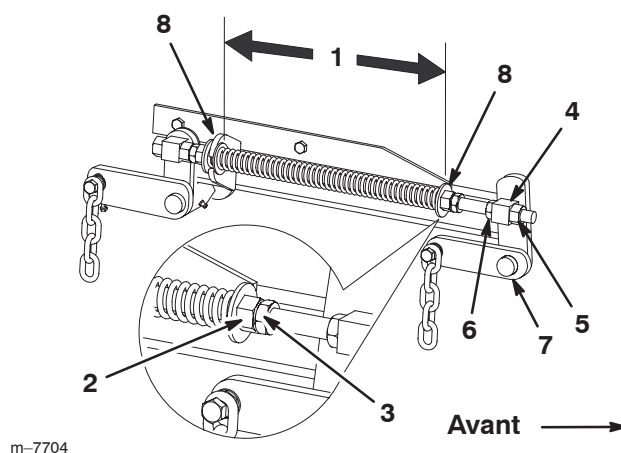

Figure 54
7. Desserrez d'environ 13 mm (1/2 pouce) les écrous de blocage à l'avant des pivots avant gauche et droit (Fig. 54).
8. Réglez les écrous de relevage sur les côtés gauche et droit de la machine de manière à abaisser l'avant de **6 à 10 mm (1/4 à 3/8 pouce) au point A par rapport au point B à l'arrière** (Fig. 54).
1. Déplacez le levier de relevage du plateau de coupe à la position de transport (Fig. 54).
2. Vérifiez que les 2 grandes rondelles sont espacées de 26,7 cm (10-1/2 pouces) (Fig. 54).
3. Réglez cette distance en desserrant l'écrou de blocage du ressort et en tournant l'écrou devant chaque ressort (Fig. 54).
4. Bloquez l'écrou en position en serrant l'écrou de blocage du ressort (Fig. 54).